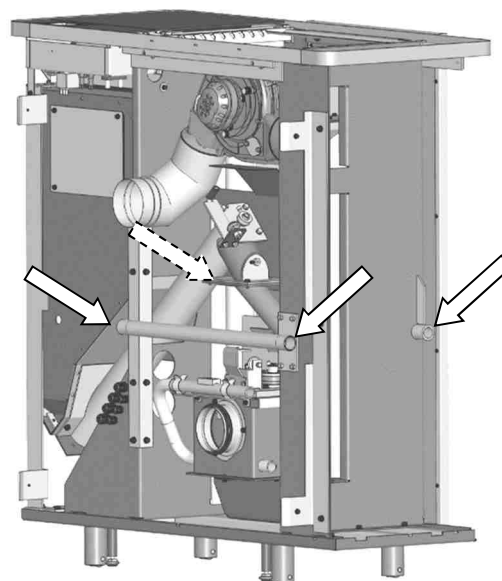

Fig. 6 : brides des barres de manutention
2. Visser les quatre barres de manutention dans les brides fixées au corps de base jusqu'à la butée (Fig. 6).